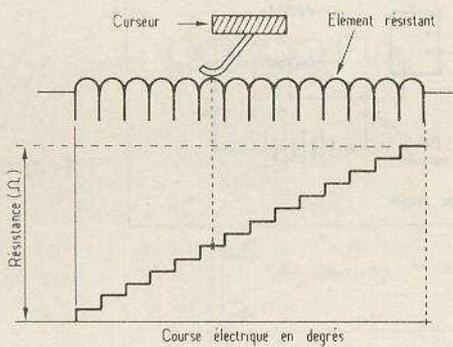

Fig. 6
**La résolution**, c'est le plus faible changement de résistance appréciable lorsqu'on tourne l'axe de commande. Dans les modèles bobinés cette valeur est déterminée par la résistance d'une spire du bobinage ; soit la résistance totale du potentiomètre divisé par le nombre de spires. C'est-à-dire que la courbe de linéarité n'est pas une droite, mais un escalier ayant autant de marches que le bobinage comporte de spires (fig. 6). C'est pourquoi on a intérêt à utiliser un fil fin, au besoin à faible résistivité, sur un support de diamètre important pour former un bobinage à haute résolution.